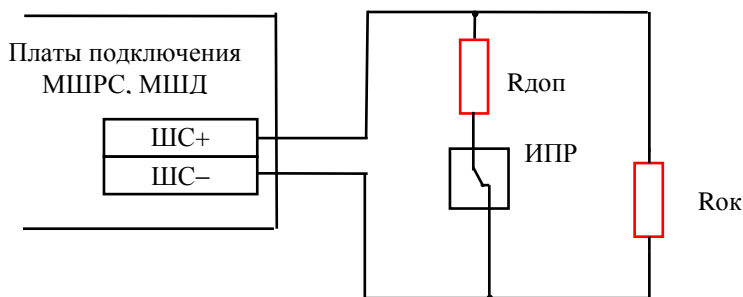

Рисунок 10.8 Пример подключения извещателя пожарного ручного в ШС
**Пример подключения** ручного извещателя приведен на рис. 10.8. Исполнительным элементом ручного извещателя являются нормально замкнутые электрические контакты.